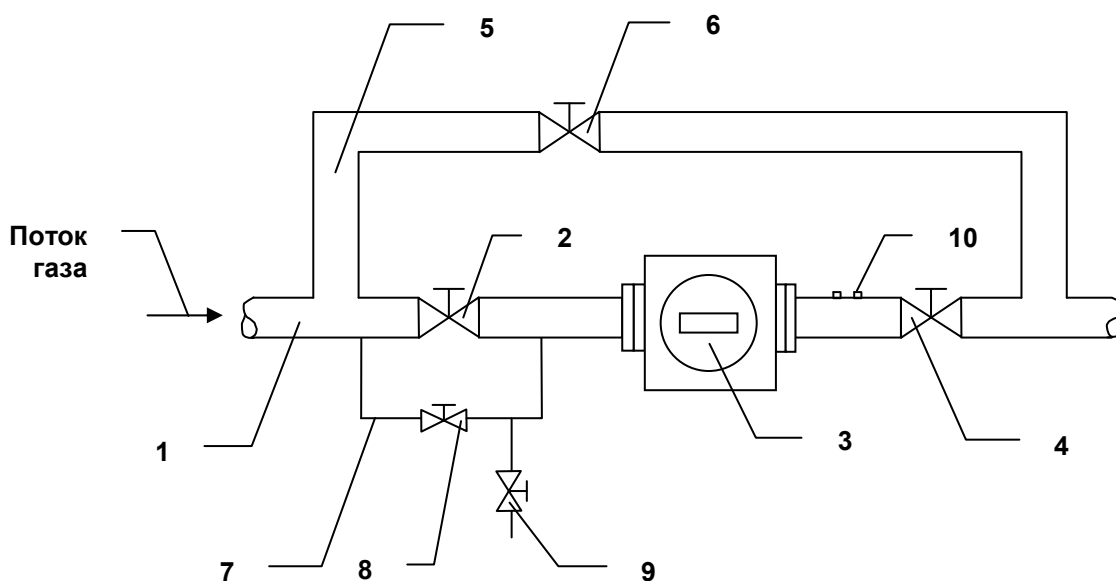

Рис. 5. Установка счетчика с перепускным каналом
3.16.6. Для трубопроводов с давлением свыше 16 атм схема установки счетчика приведена на рис. 5. Перепускной канал 7 позволяет избежать резких перепадов давления на счетчике при открытии вентилей трубопровода. Диаметр канала должен быть от 20 до 25 мм. Вентили 8 и 9 позволяют плавно повышать давление при пуске счетчика.
6.7. Пуск счетчика с перепускным каналом (см. рис. 5)